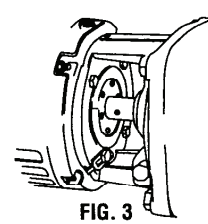

FIG. 3
5. Faites tourner la vis de réglage dans la direction opposée (dans le sens contraire des aiguilles d'une montre) afin de faire reculer la tête de pompe et de fournir un espace entre celle-ci et la canalisation. Le bon dégagement peut être fourni en déplaçant la vis de réglage sur environ la moitié de la distance séparant deux des trous de tricoise, comme l'indiquent les repères tracés à l'étape 4 (Fig. 3).